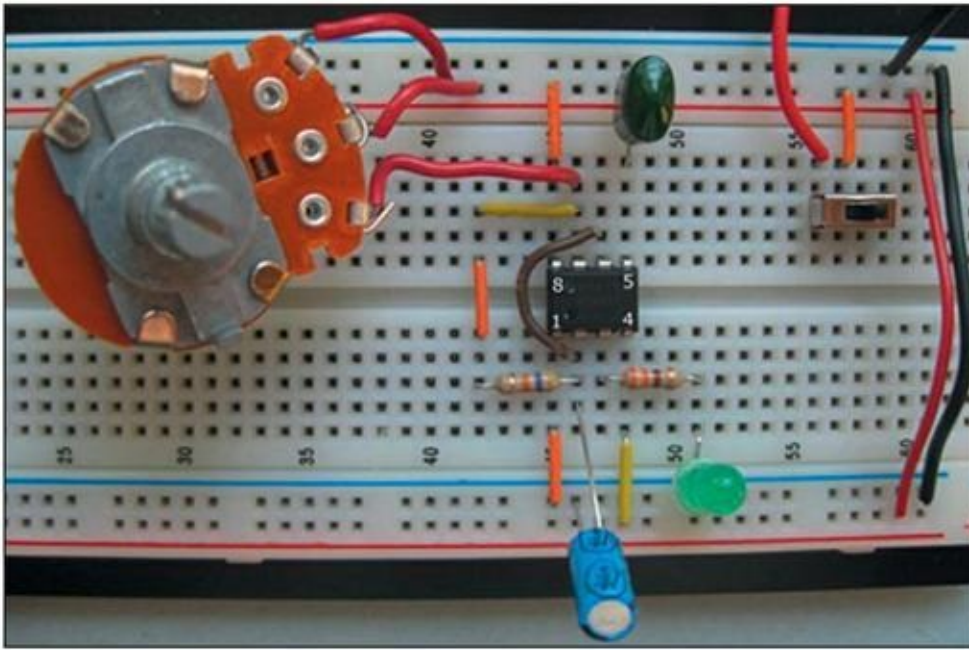

FIGURE 17-2 Un circuit de LED clignotante monté sur une plaque d'essais sans soudure (la numérotation des broches du CI de minuterie 555 a été ajoutée).
Pour voir si la lumière clignote au rythme que vous avez calculé, assemblez le circuit de LED clignotante et faites un essai ! Aidez-vous de la Figure 17-2. S'il s'agit de votre premier circuit, suivez les instructions détaillées dans cette section.
Quand vous assemblez un circuit sur une plaque d'essais sans soudure en utilisant simplement un interrupteur et quelques sections de fil électrique, comme sur la Figure 17-2, il est plus facile d'utiliser l'énergie d'une pile. Utilisez un inverseur simple (SPDT) pour relier la borne positive de la pile au rail d'alimentation positive de la partie supérieure (au Chapitre 4, j'explique le processus en détail). Ensuite, établissez une connexion entre les rails d'alimentation positive de la partie supérieure et de la partie inférieure de la plaque en utilisant du fil rouge, et entre les rails d'alimentation négative de la partie supérieure et de la partie inférieure de la plaque en utilisant du fil noir, afin qu'il y ait une alimentation aussi bien à la partie supérieure qu'à la partie inférieure de la plaque.
3. Introduisez les deux résistances fixes $R2$ et $R3$ sur la plaque, en vous conformant au schéma et à la Figure 17-2.
4. Introduisez les deux condensateurs $C1$ et $C2$ sur la plaque, en vous conformant au schéma et à la Figure 17-2.
Comme cela a été mentionné au Chapitre 11, les broches des CI sont numérotées dans le sens contraire des aiguilles d'une montre à partir de l'encoche. Si vous avez placé le CI de minuterie 555 en orientant l'encoche du côté gauche, les connexions des broches se présentent donc comme sur la Figure 17-2.
Aidez-vous de la Figure 17-2 pour brancher ces fils de liaison.